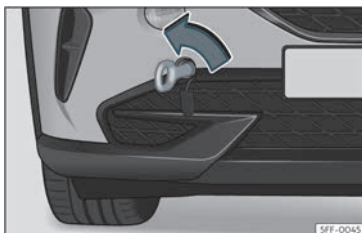

Fig. 44 Part dreta del para-xocs davanter: argolla de remolc enroscada.
- Enrosqueu l'argolla de remolc a l'allotjament girant-la al màxim en el sentit contrari al de les agulles del rellotge» **fig. 44** » ❶. Utilitzeu un objecte adequat amb el qual pugueu enroscar completament i fermament l'argolla de remolc en el seu allotjament.
❶ COMPTE!